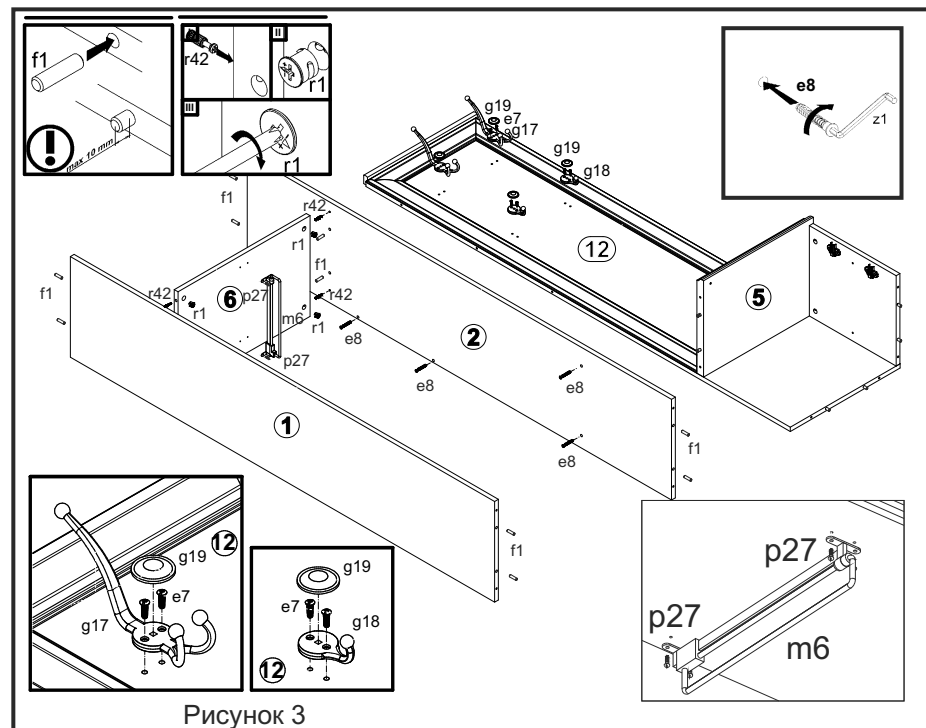

Рисунок 3
7. В отверстия **Ø3 мм** (кернения) на нижней поверхности полки соединительной **6** закрепить штангу выдвижную **m6** шурупами **p27** (см. рис. 3).
8. В отверстия **Ø5 мм** на передней поверхности щита **12** еврошурупами **e7** закрепить крючки для навешивания **g17, g18** и закрыть декоративными заглушками **g19** (см. рис. 3).